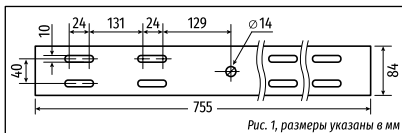

Рис. 1, размеры указаны в мм
1. Проектор устанавливают на поверхность при помощи поворотной лиры с девятью отверстиями, Рис. 1.